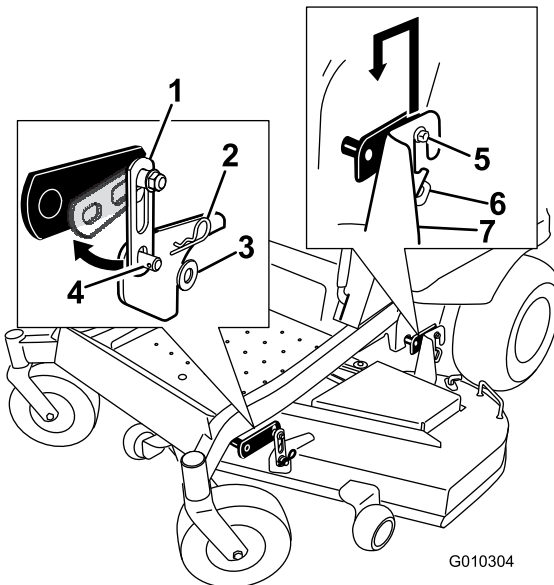

Bild 75
5. Heben Sie das Heck des Mähwerks an und führen Sie die Hängeprofilhalterungen über die hinteren Hängeprofilschrauben (Bild 75).
6. Befestigen Sie die vordere Stütze am Mähwerk an den vorderen Mähwerkhängeprofilen und befestigen sie mit einer Scheibe und einem Splint (Bild 75).
2. Entfernen Sie an beiden Seiten des Mähwerks die Schrauben von den Hängeprofilen des Frontmähwerks (Bild 75).
3. Heben Sie das Mähwerk vorsichtig von den Schrauben des hinteren Hängeprofils ab und senken Sie die Vorderseite des Mähwerks vorsichtig auf den Boden (Bild 75).